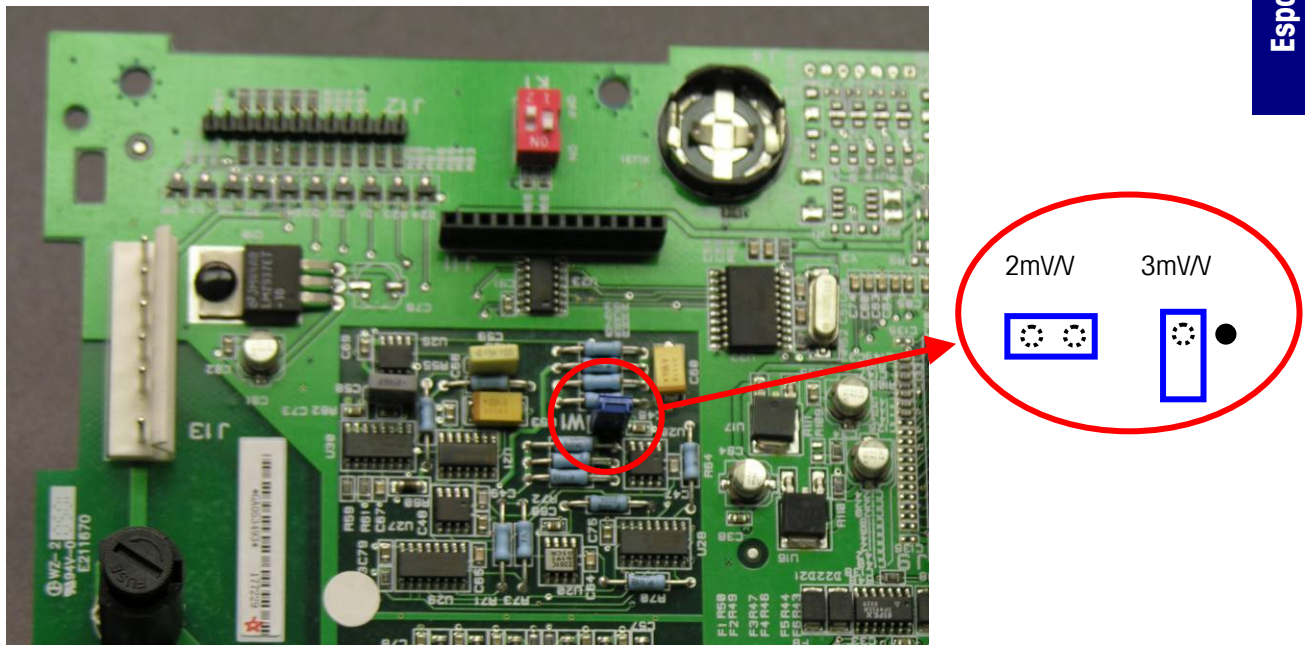

Figura 2-34: Selección de la conexión en puente de milivoltios
La versión IDNet del tablero principal de la IND560 no tiene conexiones en puente. Hay una conexión en puente en el tablero principal (W1) de la báscula analógica de la IND560 (W1). Esta conexión en puente selecciona una operación con 2 mV/V o 3 mV/V del circuito analógico. Consulte la Figura 2-34 para ver la posición de la conexión en puente.
- ◀ Cuando quite la conexión en puente W1 para operación de 3mV/V, reposiciónelo en sólo una de las clavijas como se muestra en la Figura 2-34. Si no se coloca correctamente, la tapa de plástico sobre el tablero principal no entrará debidamente. Si esto ocurre, no fuerce la tapa el plástico hacia abajo. Quite la tapa y coloque la conexión en puente como se muestra.